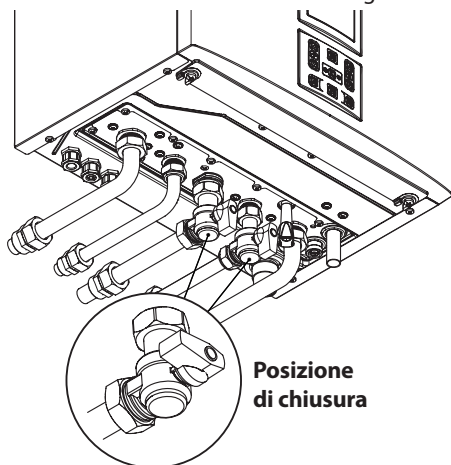

Figura 2.33
- Chiudete i rubinetti della caldaia Figura 2.33;